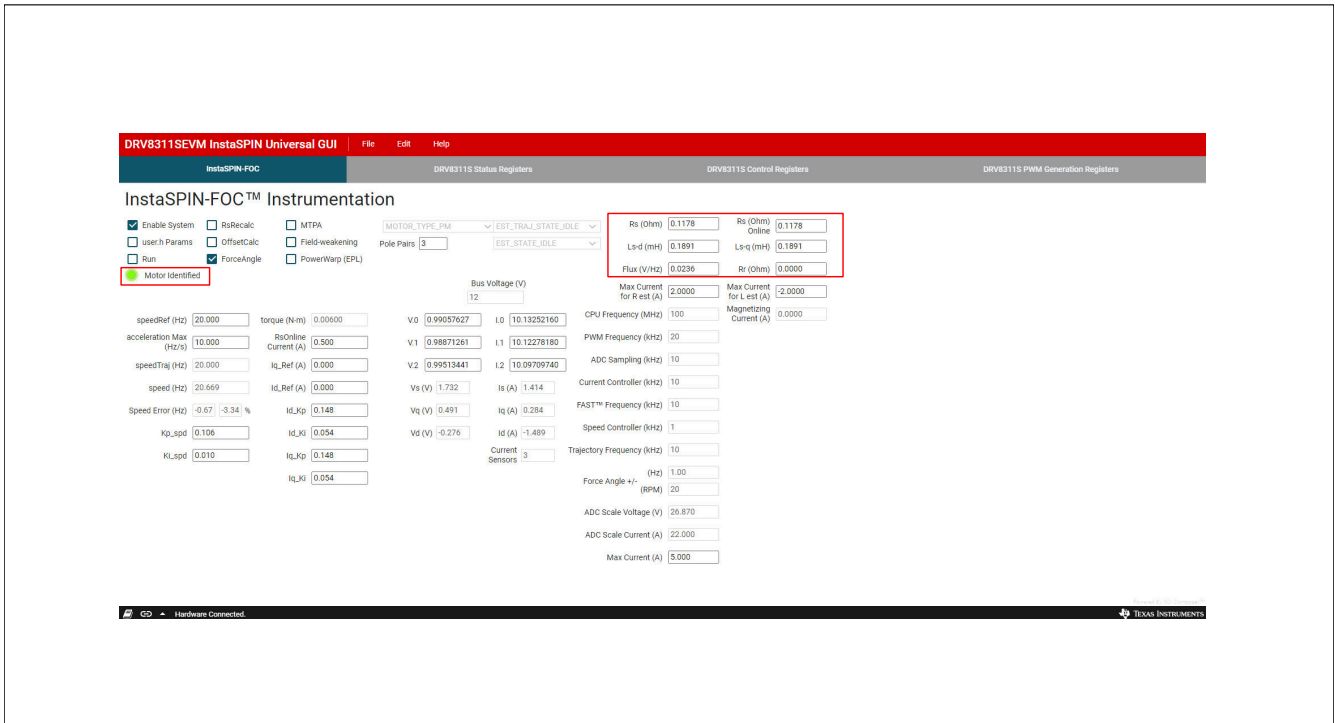

图 6-4. 使用 DRV8311HEVM InstaSPIN GUI 完成电机识别
3. 电机识别过程完成后，“Motor Identified”指示灯将亮起，“Run”框将自动取消选中，并且该电机的“Rs”、“Rs Online”、“Ls-d”、“Ls-q”、“Flux”和“Rr”等值将更新，如图 6-4 所示。这些值将自动用于场定向控制。